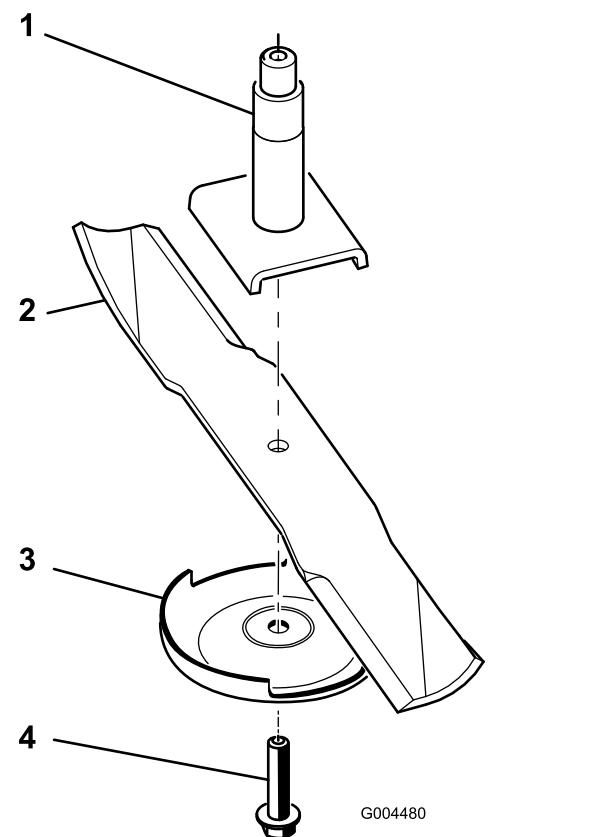

Figura 97
2. Retire a cavilha da lâmina, a placa antidano e a lâmina do eixo (Figura 97).
Nota: Se a lâmina ficar na horizontal é porque está equilibrada e pode ser utilizada. Se lâmina não estiver equilibrada, lime algum metal da extremidade da aba apenas (Figura 97). Repita este procedimento até a lâmina estar equilibrada.